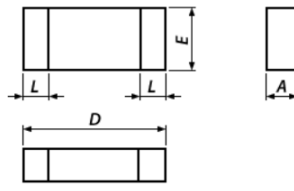

Рис. 114 Окно для заполнения параметров корпуса
3. Заполните необходимые параметры корпуса в открывшемся окне. Пример отображаемого окна показан на Рис. 114.